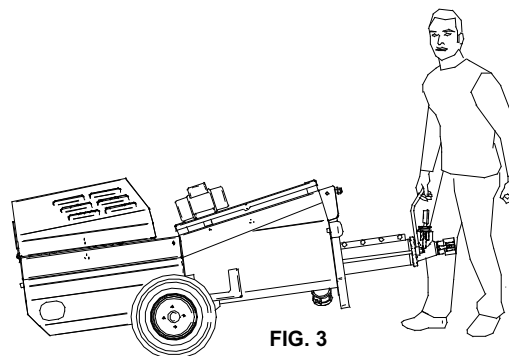
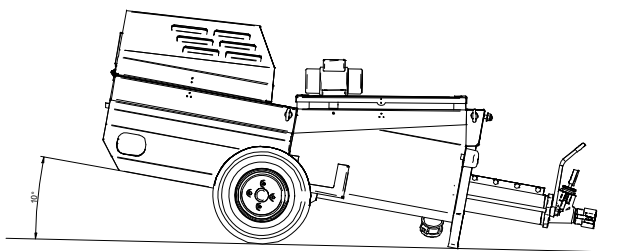

FIG. 3
FIG. 5
8. TRASPORTE (fig. 3), ELEVACIÓN (fig. 4) y REMOLQUE (opcional, fig. 5)
La máquina debe estar siempre en posición horizontal: la inclinación hacia abajo de la bomba de tornillo favorece la salida del material (fig. 5).
En caso de emergencia, presione el pulsador rojo (9) para detener la máquina. Para desconectar la máquina de la red, gire el interruptor principal a la posición 0 y desenchufe la toma de corriente (1, fig. 5): se detienen todos los órganos que están en movimiento.